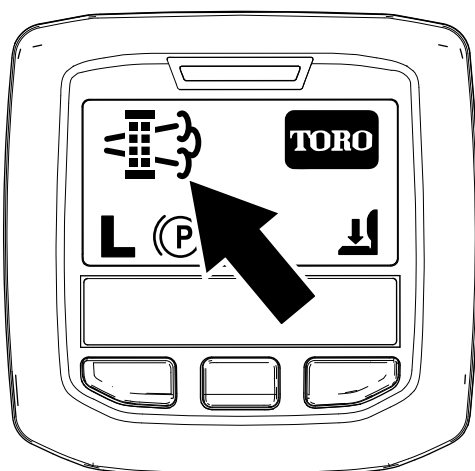

Figure 49
- Quand le calculateur moteur demande une régénération en stationnement ou une régénération d'urgence, l'icône de demande de régénération (Figure 49) s'affiche sur l'InfoCenter.